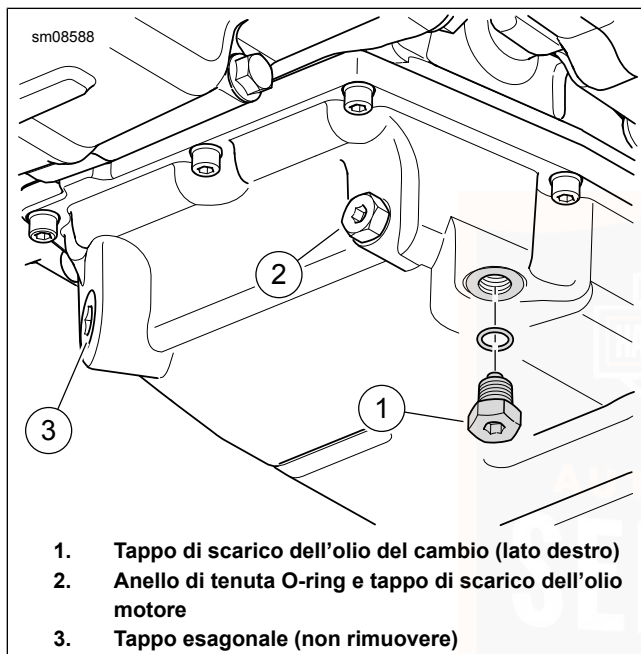

Figura 67. Scarico del cambio
2. Vedere Figura 67. Rimuovere il tappo di scarico dell'olio del cambio. Vuotare il cambio.